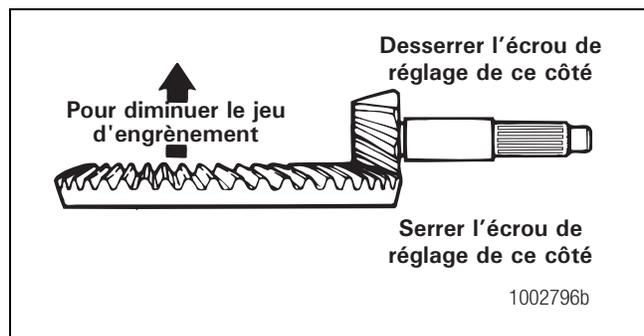

Figure 5.64
- **Pour diminuer le jeu d'engrènement :** rapprocher la couronne du pignon d'attaque. Figure 5.64.